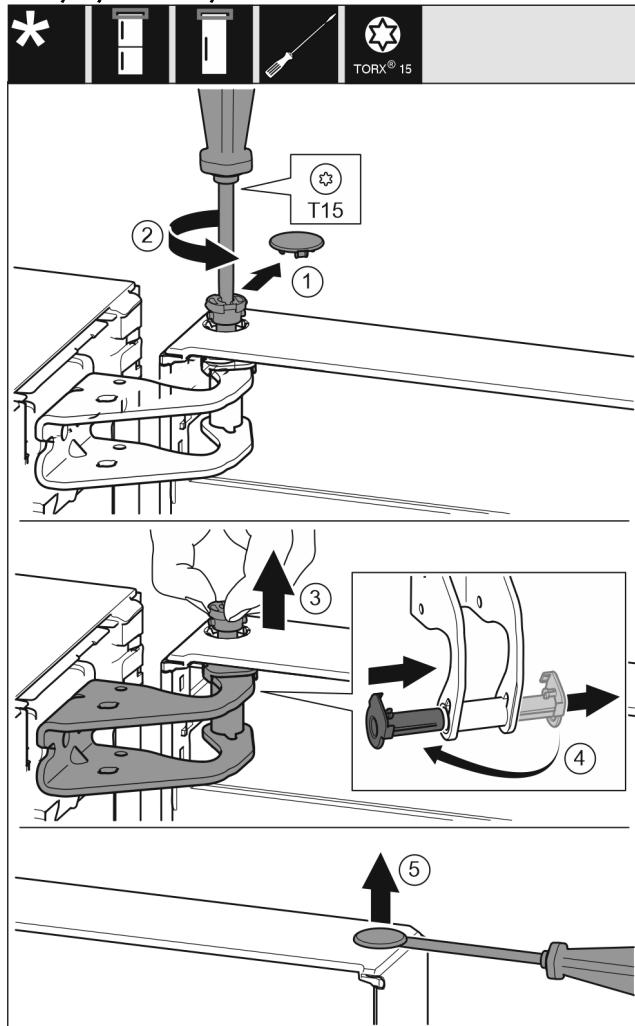

Fig. 9
- Τραβήξτε προσεκτικά το κάλυμμα ασφάλισης. Fig. 9 (1)
- Ξεβιδώστε λίγο τον πείρο με κατσαβίδι T15. Fig. 9 (2)
- Συγκρατήστε την πόρτα και τραβήξτε έξω τον πείρο με τα δάκτυλα. Fig. 9 (3)
- Τραβήξτε το κουζινέτο από τον οδηγό. Τοποθετήστε το στην άλλη πλευρά και κουμπώστε το. Fig. 9 (4)
- Ανασηκώστε προσεκτικά και τραβήξτε έξω την τάπα από το κουζινέτο της πόρτας με ένα ίσιο κατσαβίδι. Fig. 9 (5)